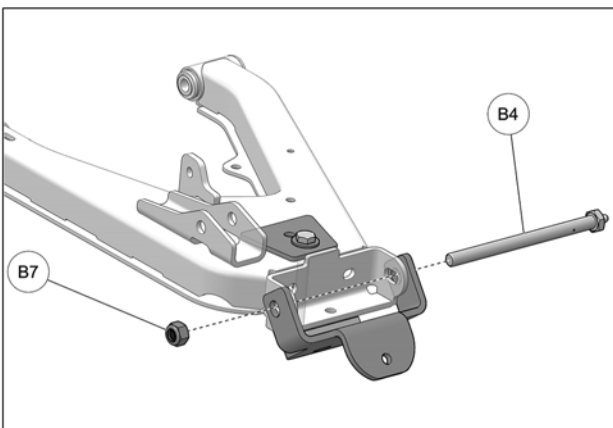

Fig. 6
6. Insérer le nouveau boulon M12x170mm (B4) à travers l'ancrage, le bras de suspension et la fixation du moyeu de roue. Visser l'écrou (B7) sur le boulon sans le serrer complètement. Voir la Fig. 6